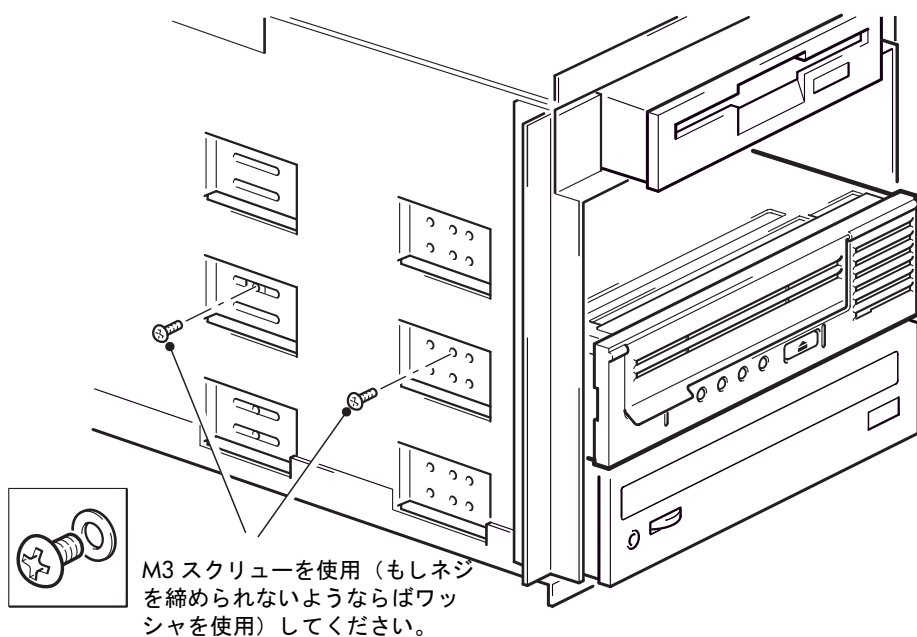

図 8b: マウント用部品を使わないドライブの固定
- 1 テープ・ドライブに添付の「標準ネジ」ラベルのついたネジ・パック中の M3 ネジを使用してください。シャーシの穴がドライブ側面の穴と一直線上に揃っていることを確認し、図 8b に示すように通常のプラス・ドライバを使用して M3 ネジを固定します。